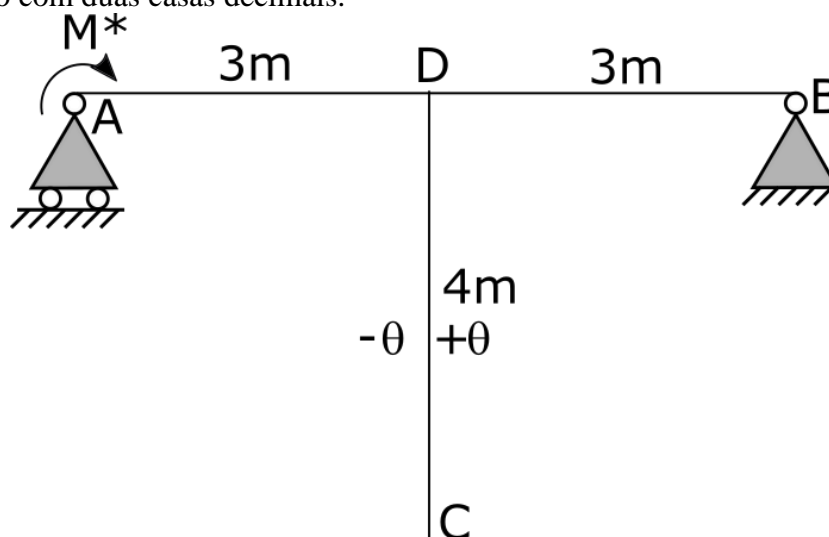

Figura 1 - Problema a ser estudado no item a).
- a) Considere o sistema estrutural ilustrado na Figura 1. Todas as barras são prismáticas, com altura de seção transversal $h = 10$ cm, feitas de material de coeficiente de dilatação térmica $\alpha = 10^{-5} \text{ } ^\circ\text{C}^{-1}$ e produto de rigidez à flexão $EI = 200$ kNm². A ação térmica está localizada e ocorre apenas no trecho CD. Sabendo que $M^* = 5$ kNm, determine o valor do parâmetro θ (em $^\circ\text{C}$) que anula o deslocamento horizontal do ponto C. Escreva seu resultado com duas casas decimais.